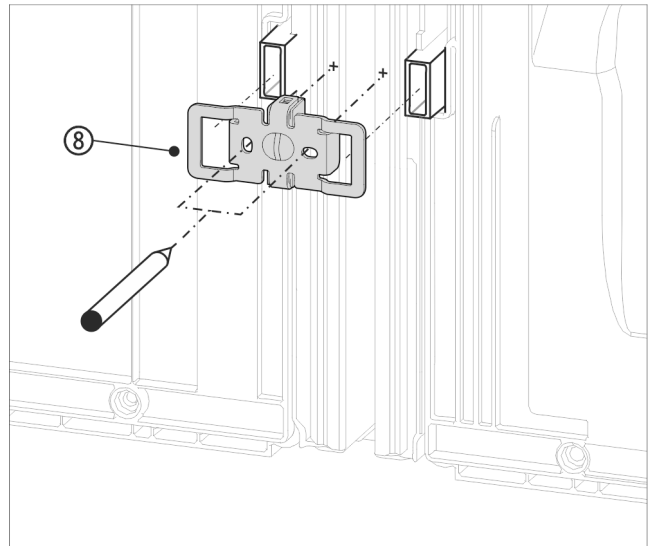

Fig. 16 Примерное отображение
- ▶ Надвиньте угол Fig. 16 (8) выемками над креплением для пристенных распорок.